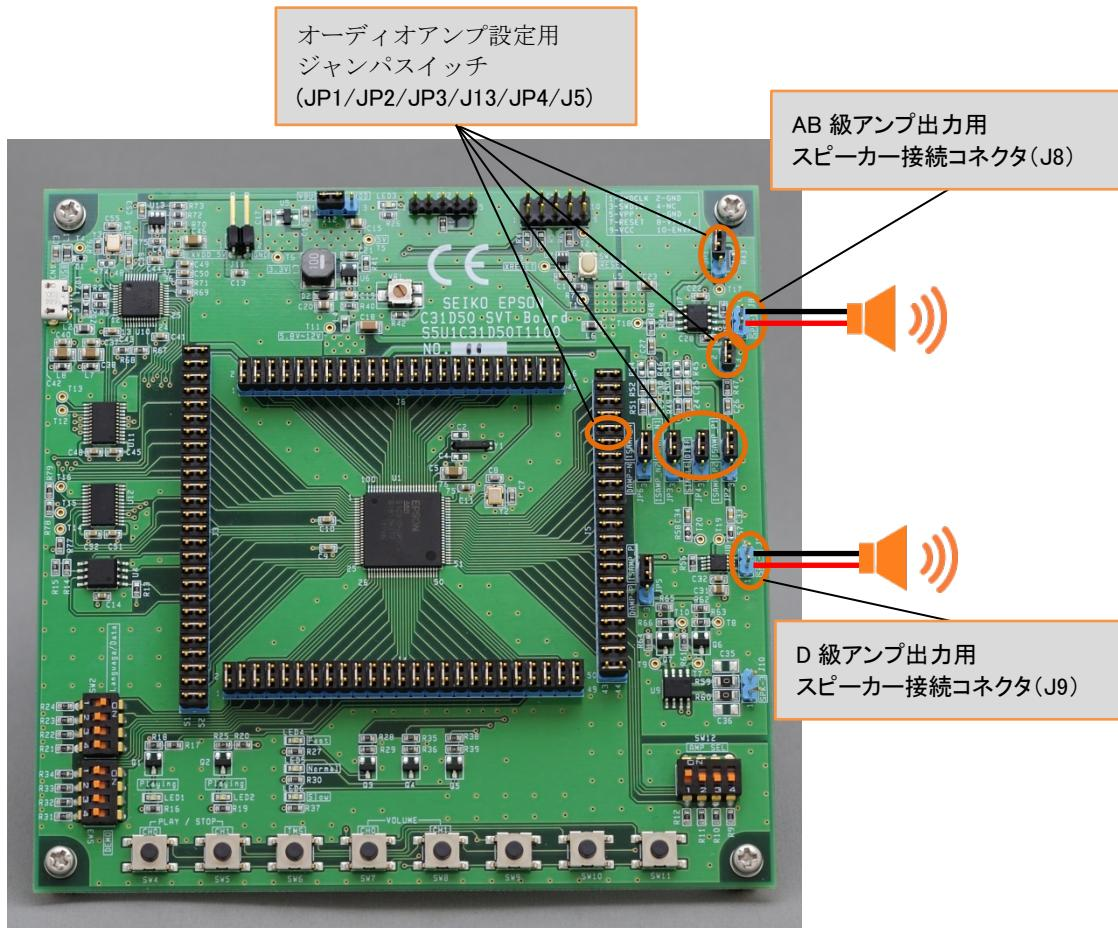

図 3.20.2 音声再生機能に関連するジャンパとコネクタの配置
1. 評価ボード(S5U1C31D5xT1)のオーディオアンプのジャンパ設定を確認します(表 3.20.2、図 3.20.2 参照)。
2. 付属のスピーカーケーブルを介して、スピーカー接続コネクタにスピーカーを接続します (図 3.20.2 参照)。